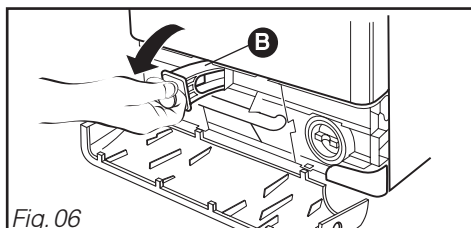

Fig. 06
– Retirez la **bride "avant"** (Fig. 06).